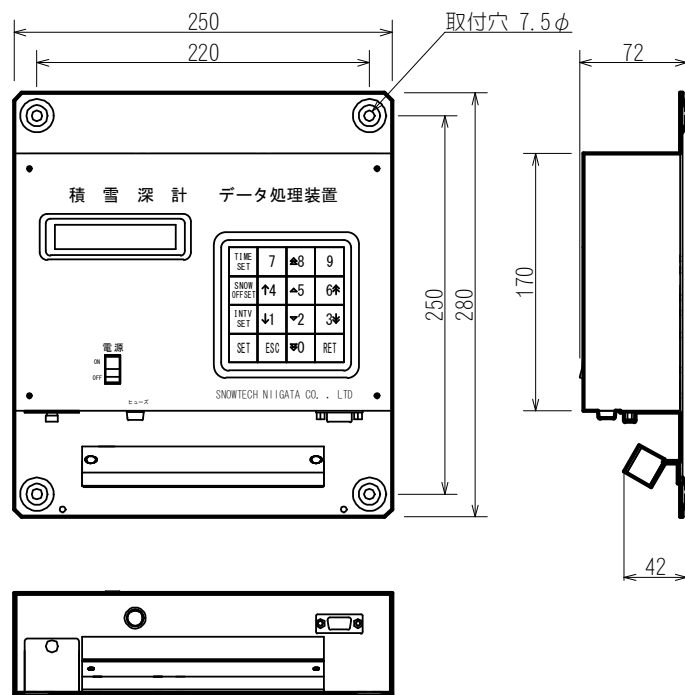

図 4
(2) データ処理装置
- ① 屋内仕様ですので、屋外に設置する場合は必ず屋外BOX（市販品）を用意して、その中に収納してください。
- ② 屋内に設置する場合は、壁面に設置するか、机の上に設置してください。机上の場合は、落下しないような処置をしてご使用ください。
- ③ 屋外BOX、壁面等に取付ける場合は、図4の寸法を参考に取付けてください。